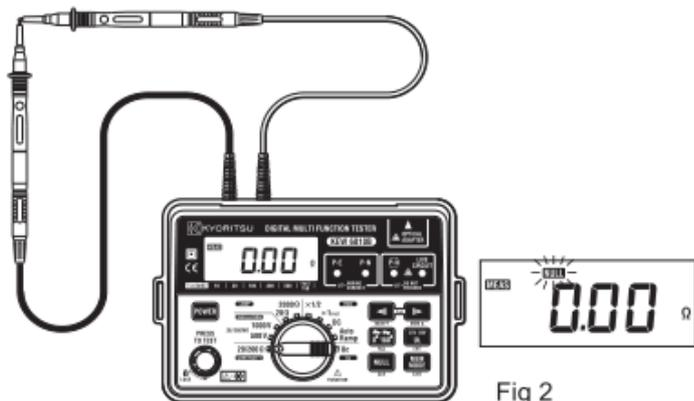

Fig 2
2. 将使用的测试线两端连接在一起（图 2），按下并锁定测试键。将显示测试线电阻。